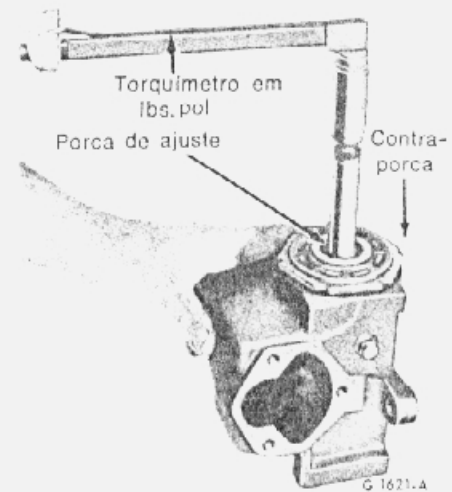

fig. 7 — verificação da pré-carga do rolamento da árvore do sem-fim
12. Ajustar a pré-carga do sem-fim, utilizando um torquímeter (fig. 7). Consultar a especificação para obter o valor da pré-carga.